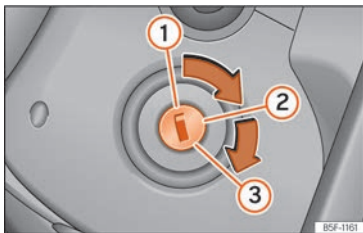

Abb. 82 Zündschloss
- Drehen Sie den Zündschlüssel in Stellung »» (Abb. 82) ②.
- Drehen Sie den Zündschlüssel weiter in die Stellung »» (Abb. 82) ③ ohne Gas zu geben.
- Wenn der Motor anspringt, Zündschlüssel loslassen. Beim Loslassen geht der Fahrzeugschlüssel in die Position ② zurück.
- *Fahrzeuge mit Zündschloss:* Drehen Sie den Zündschlüssel in Stellung »» (Abb. 82) .
- *Fahrzeuge mit Starterknopf:* Starterknopf kurz drücken »» (Abb. 82).